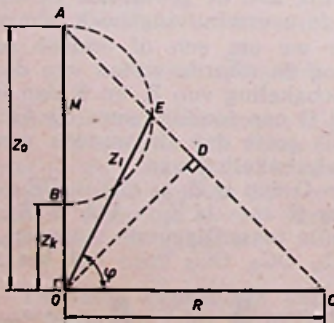

Fig. 57
afgezet op de horizontale as (OC) (fig. 57). Nu construeren we een cirkel op de verticale as met  $\overline{AB}$  als middellijn. Het punt A wordt verbonden met C en het snijpunt (E) van deze lijn met de cirkel wordt verbonden met O. Nu is  $\overline{OE}$  gelijk aan de gevraagde  $Z_i$  terwijl  $\phi$  de fazeverschuivingshoek aangeeft. Willen we om een of andere reden ook nog de waarde weten van de parallelschakeling van  $Z_0$  en R dan laten we uit O een loodlijn neer op  $\overline{AC}$ . De lijn  $\overline{OD}$  geeft dan de waarde van de parallelschakeling aan.